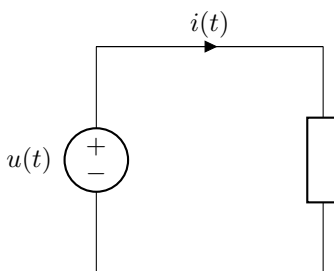

Figura 5.4: Circuito del problema 7.
7. Halla todas las potencias del circuito pasivo de la figura 5.4, sabiendo que  $u(t) = 150 \cdot \cos(\omega t + 10^\circ)$  V e  $i(t) = 5 \cdot \cos(\omega t - 50^\circ)$  A.